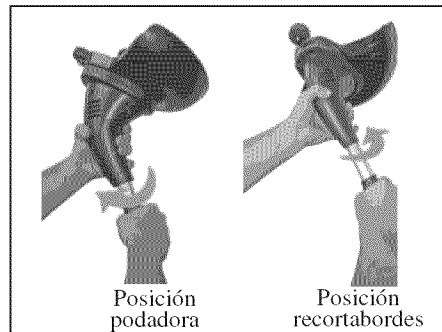

Figura 14 - Regulación de la longitud del eje
1. Los arreglos tanto del largo como de la ubicación del cabezal cortador se realiza agarrando el collar del eje con una mano y la carcasa del motor con la otra. (Vea la Figura 14).